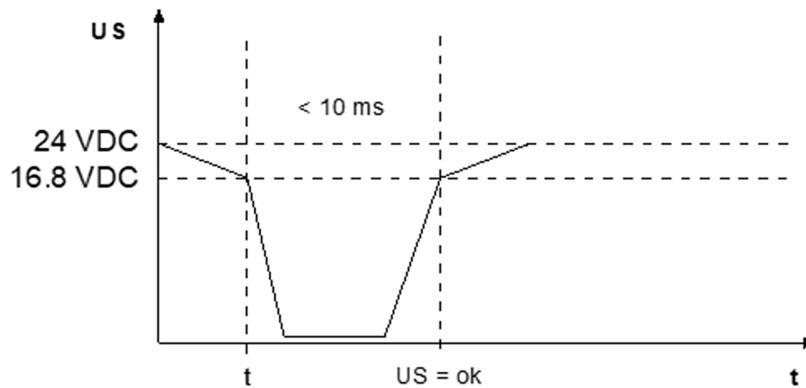

Abb. 7: Unterschreiten oder Ausfall der Speisespannung < 10 ms
1. Spannungsunterbrüche, die nicht länger als 10 ms dauern (siehe Abb. 7)